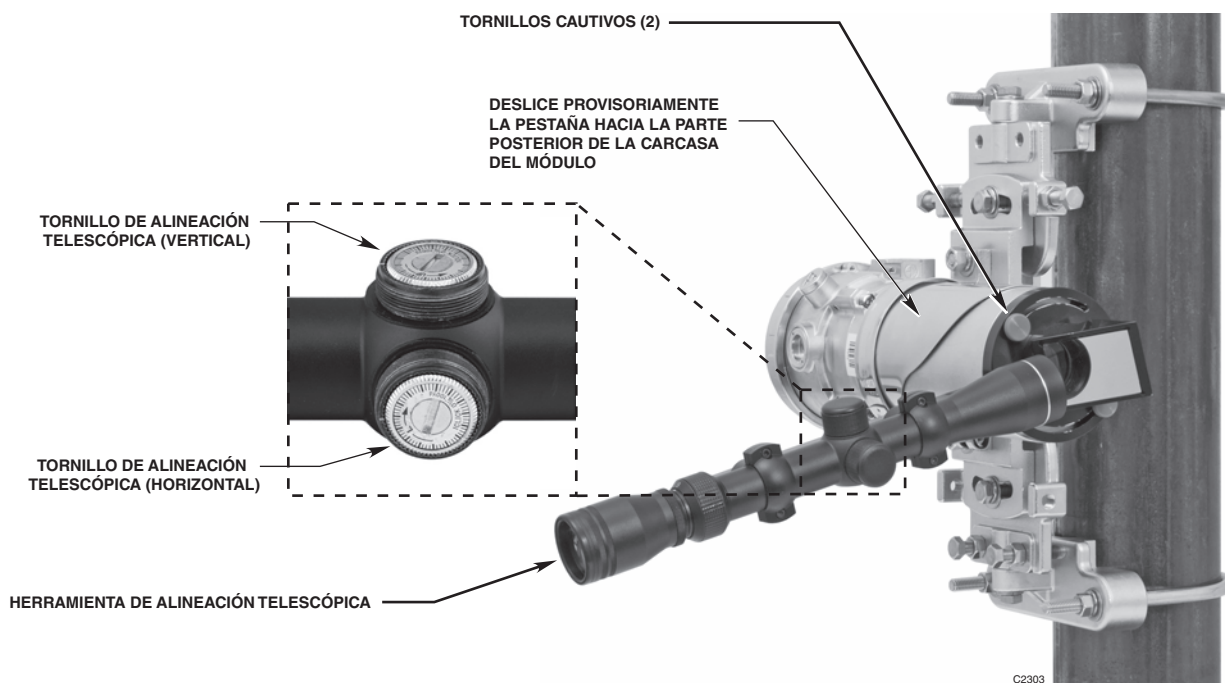

Figura 19: OPECL con la herramienta de alineación telescópica instalada (la imagen muestra el módulo transmisor)
6. Instale la herramienta telescópica de alineación en el receptor. Para ello, inserte los tornillos mariposa imperdibles en los orificios de rosca de la placa frontal. Consulte la figura 19. Verifique que el telescopio esté correctamente colocado, con fácil acceso a la lente y con los tornillos ajustados por completo.